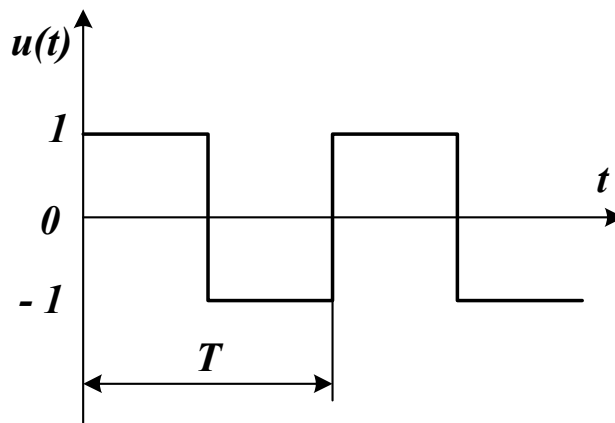

Рис.2.15. Форма последовательности импульсов
1. Рассчитать амплитудный спектр негармонической последовательности прямоугольных импульсов рис.2.15.
Для заданной функции рис.2.15 примите $T=10$ мС и проведите расчеты амплитуд гармоник спектра $A_1 - A_5$. Обратите внимание, что эта функция имеет симметрию относительно нуля. Поэтому амплитудный спектр будет содержать только синусные составляющие с нечетными номерами.